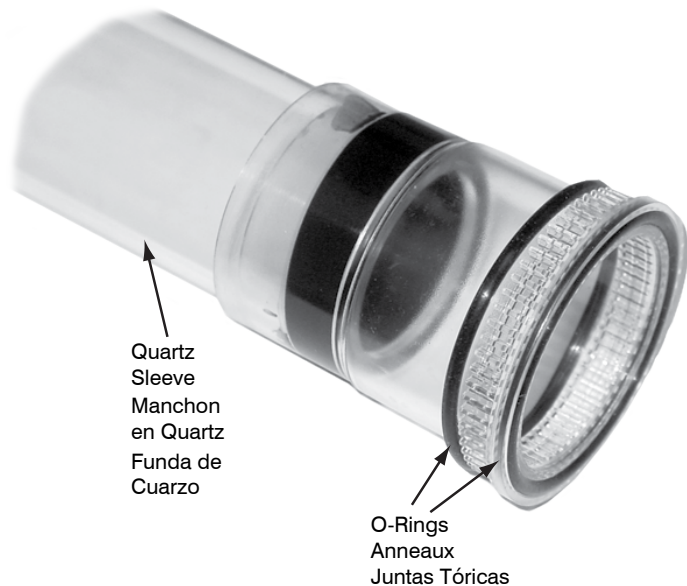

FIGURE 3
4. Carefully remove the quartz sleeve from the cap with a pulling/turning motion. Use caution not to drop the 2 O-rings attached to the quartz sleeve (figure 3).
8. Verify (2) O-rings are still attached to quartz sleeve (figure 3).
- Reassemble all parts in reverse order, making sure the O-rings are properly positioned on the quartz sleeve (Figure 3). Use a small amount of petroleum jelly for lubrication if necessary. Carefully clean UV bulb and Quartz Sleeve with isopropyl alcohol.
- Retirez délicatement le manchon en quartz du culot en tirant / tournant. Soyez prudent de ne pas faire tomber les 2 anneaux attachés au manchon en quartz (figure 3).
- Vérifiez que les (2) anneaux sont encore attachés au manchon en quartz (figure 3).
- Remontez toutes les pièces en ordre inverse, en vous assurant que les anneaux sont correctement positionnés sur le manchon en quartz (Figure 3). Utilisez une petite quantité de gelée de pétrole pour la lubrification si nécessaire. Nettoyez soigneusement l'ampoule UV et le manchon en quartz avec de l'alcool isopropylique.